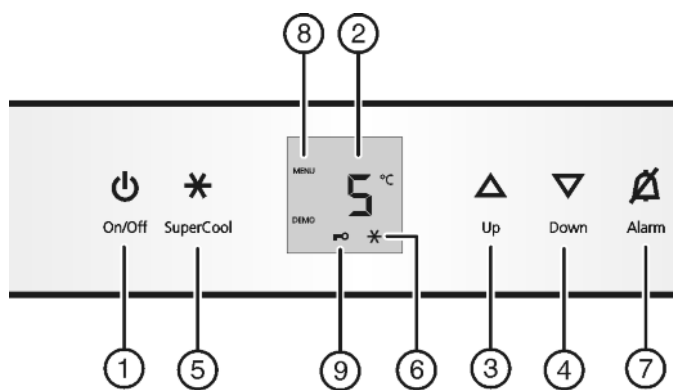

Fig. 2
- ▶ Натиснете бутона On/Off Fig. 2 (1).
- ▶ Активиране на режим настройки: Натиснете бутон SuperCool Fig. 2 (5) за ок. 5 сек.
- ▶ Натиснете за кратко бутона SuperCool Fig. 2 (5), за да потвърдите.
- ▶ Натиснете за кратко бутона SuperCool Fig. 2 (5) за включване на защитата от деца.
- ▷ Символът Защита от деца Fig. 2 (9) светва. На индикатора мига **c**.
- ▶ Натиснете за кратко бутона SuperCool Fig. 2 (5) за изключване на защитата от деца.
- ▷ Символът Защита от деца Fig. 2 (9) угасва. На индикатора мига **c**.
- ▶ Деактивиране режима на настройка: Натиснете бутона On/Off Fig. 2 (1).
- ▶ Натиснете бутона Аларма Fig. 2 (7).
- ▶ Настройка на по-висока температура: Натиснете бутона за настройка Up Fig. 2 (3).
- ▶ Настройка на по-ниска температура: Натиснете бутона за настройка Down Fig. 2 (4).
- ▶ Натиснете за кратко бутона SuperCool Fig. 2 (5).
- ▷ Символът SuperCool Fig. 2 (6) светва на индикатора.
- ▷ Символът SuperCool Fig. 2 (6) угасва на индикатора.